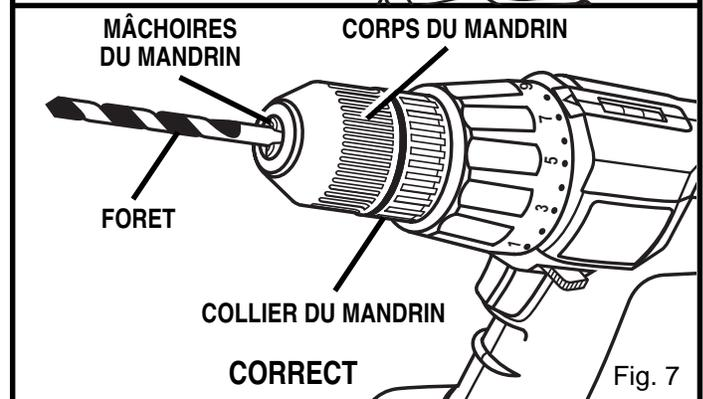

Fig. 7
- Insérez la mèche dans le mandrin, jusqu'à une profondeur égale à la longueur des mors. Voir la Figure 7.
Voir la Figure 7.